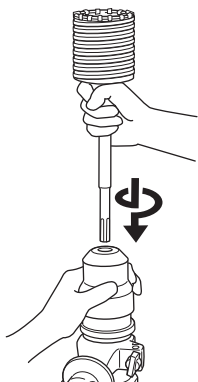

Fig. 16
- (2) Monter la queue de couronne sur le marteau rotatif à percussion. (Fig. 16)